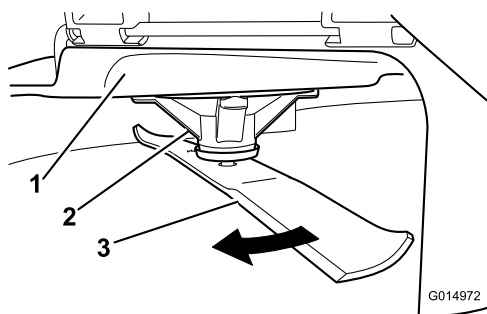

Figura 102
2. Indossando guanti dalla spessa imbottitura o altre protezioni idonee per le mani, ruotare lentamente la lama in una posizione che consenta di misurare la distanza tra il bordo di taglio e la superficie piana su cui si trova la macchina (Figura 102).